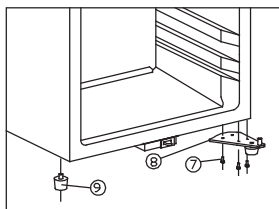
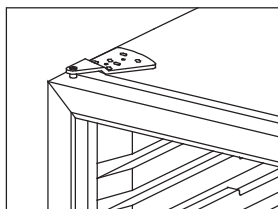

fig. 5.3
fig. 5.4
- Løft døren (6) af og læg kabinettet på ryggen
- Fjern de 3 skrue (7) som holder bundhængslet (8) Se fig. 5.3
- Afmonter kabinetfoden (9) fra kabinettet og monter den igen i modsat side
- Monter bundhængslet i venstre side med de 3 skrue (7)
- Monter tophængsel, hængselsafdækning og gummipropper. Se fig. 5.4.